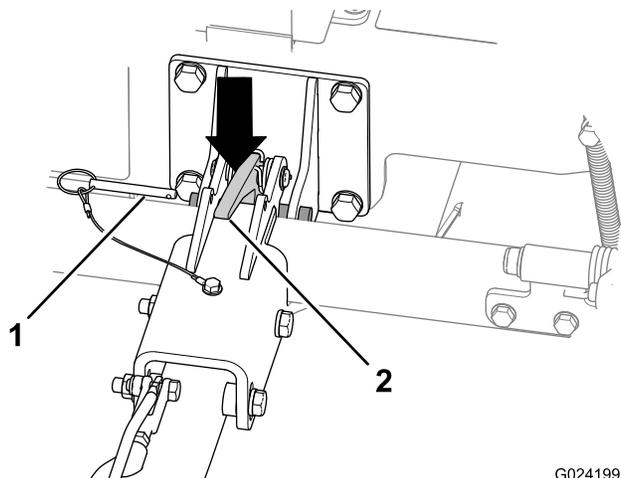

Figura 19
A. Retire el pasador de bloqueo (Figura 19).
- C. Presione hacia abajo sobre el cierre de la barra de tracción para desenganchar la barra de tracción (Figura 19).